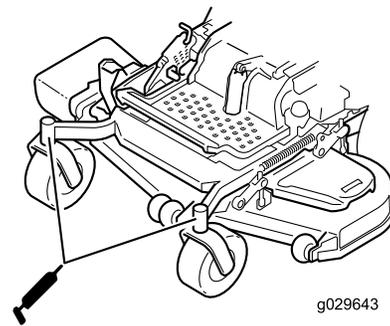

Figura 47
10. Instale el tapón hexagonal y la tapa (Figura 47).